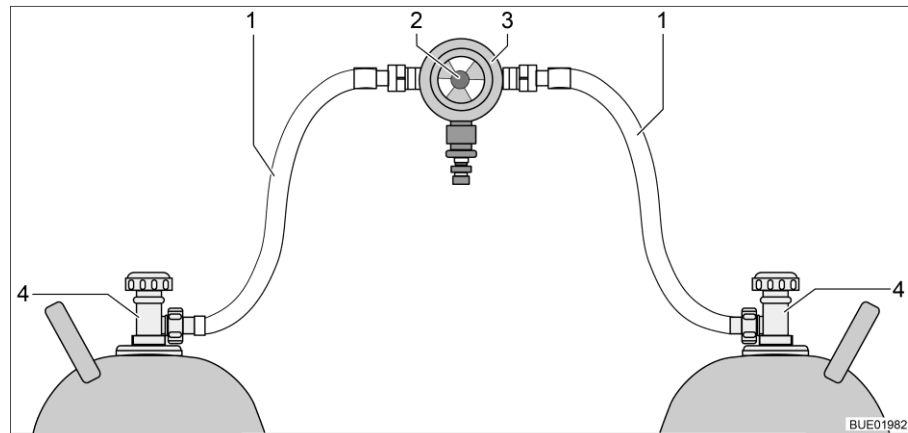
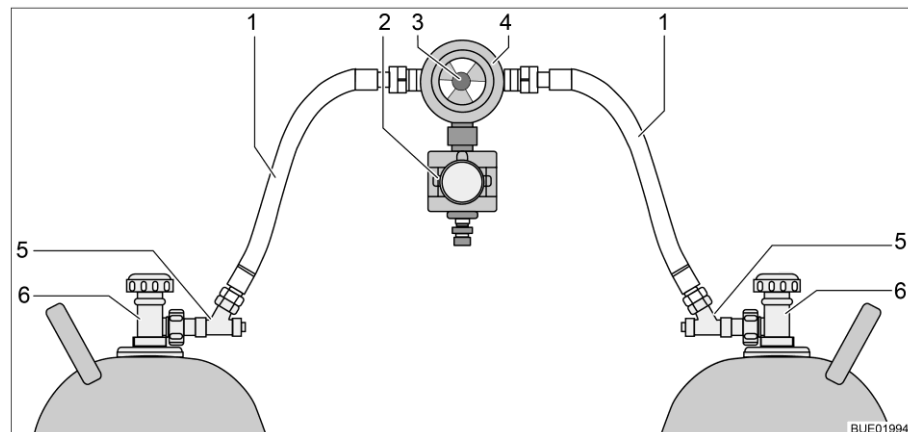

Bild 89 Omkopplingsenhet för gasflaskor
Bild 90 Omkopplingsenhet för gasflaskor med CPU
Omkopplingsenheten för gasflaskorna består av en kombinerad gastrycksregulator med omkopplingsventil och visning (Bild 89,3). Omkopplingsenheten för gasflaskor är monterad mellan de två gaslangarna (Bild 89,1).
Omkopplingsenheten för gasflaskorna består av en kombinerad gastrycksregulator med omkopplingsventil och visning (Bild 90,4) och en elektroventil (Bild 90,2). Elektroventilen spärrar vid kraftig bromsning, olycksfall eller kraftig lutning, av gastillförseln till fordonet. Omkopplingsenheten för gasflaskor är monterad mellan de två gaslangarna (Bild 90,1) med slangbrottssäkringar (Bild 90,5).
Med vredet (Bild 89,2 resp. Bild 90,3) på omkopplingsenheten, ställer du in vilken av gasflaskorna som ska användas som driftflaska och vilken gasflaska ska användas som reservflaska.
Med kontrollenheten (Bild 91) kan endast de elektriska funktionerna styras. Gasflaskornas huvudavstängningsventiler (Bild 89,4 resp. Bild 90,6) måste öppnas eller stängas för hand.
- Öppna huvudavstängningsventilerna på gasflaskorna (Bild 89,4 resp. Bild 90,6).
- Tryck in slangbrottssäkringarna (Bild 90,5) i 10 sekunder, efter varandra.
- Välj med vredet (Bild 89,2 resp. Bild 90,3) på omkopplingsenheten, gasflaskan som ska prioriteras (driftflaska).
- Stäng huvudavstängningsventilerna på gasflaskorna (Bild 89,4 resp. Bild 90,6).